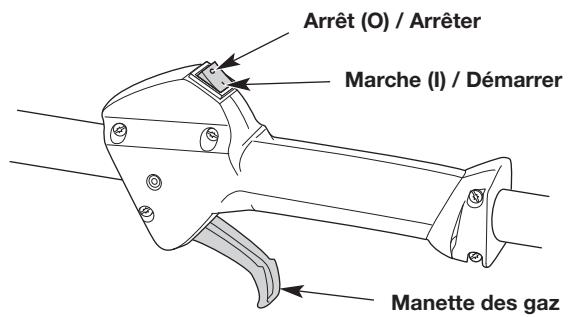

Fig. 7
- REMARQUE :** Il est inutile de mettre l'appareil en marche. La commande Marche/Arrêt est en position Marche (I) en permanence (Fig. 7).
6. Pressez la manette des gaz (Fig. 7) et tirez sur le cordon de démarrage à **5 reprises** d'un mouvement contrôlé et ferme (Fig. 9).
2. Maintenez la commande Marche/Arrêt enfoncee en position ARRÊT (O) jusqu'à ce que le moteur soit complètement arrêté (Fig. 7).